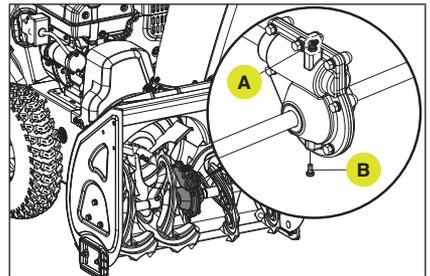

Figure 94
1. Nettoyez la saleté du raccord zerk (A) et du boulon cruciforme M5 x 10 (B). (Fig. 94)
2. Utilisez un tournevis cruciforme pour retirer le boulon cruciforme M5 x 10 (B). (Fig. 94)